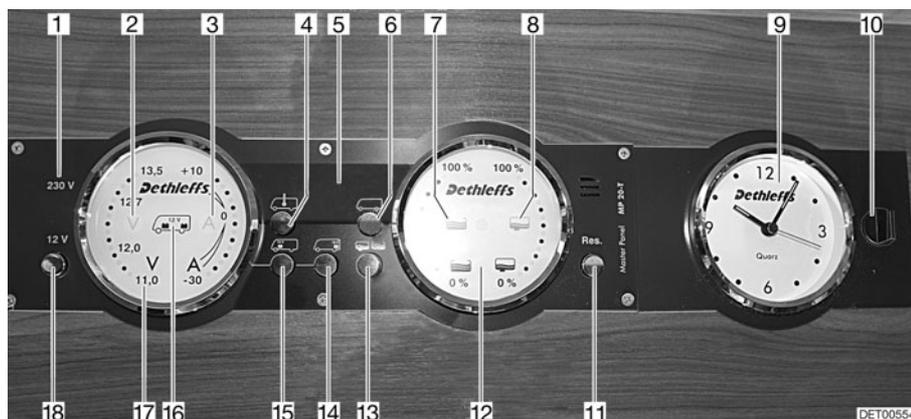

Fig. 138 Panel MP 20-T
Se enciende la luz de control de 230 V (Fig. 138,1) cuando hay tensión de red en la entrada del bloque eléctrico.
El interruptor principal de 12 V (Fig. 138,18) conecta y desconecta el panel y la alimentación de 12 V del habitáculo.
- Pulsar la tecla "12 V" (Fig. 138,18) brevemente. La alimentación de 12 V del habitáculo está conectada. La visualización de control "12 V" está encendida.
- ▷ En caso de que después de la conexión parpadeen tanto el LED "11,0" de la visualización de voltios así como el símbolo Voltios "V" (Fig. 138,2) en el instrumento indicador Baterías (Fig. 138,17), será demasiado baja la tensión de la batería del habitáculo. Cargar la batería.
- ▷ En caso de que después de la conexión parpadeen tres veces la visualización de control "12 V", el símbolo Batería del habitáculo (Fig. 138,16) y el símbolo Voltios "V" (Fig. 138,2), estará activada la separación de batería. Desactivar la separación de batería.
- Pulsar la tecla "12 V" (Fig. 138,18) brevemente. La alimentación de 12 V del habitáculo está desconectada. La visualización de control "12 V" se apaga.
- Pulsar la tecla Batería del habitáculo (Fig. 138,14) y mantenerla pulsada aprox. 10 segundos. Los símbolos Voltios "V" (Fig. 138,2) y Amperios "A" (Fig. 138,3) parpadean 3 veces. Separar la batería del habitáculo de la red de a bordo de 12 V.
- Pulsar la tecla "12 V" (Fig. 138,18) y mantenerla pulsada aprox. 5 segundos. El símbolo Voltios "V" (Fig. 138,2) parpadea 3 veces. La batería del habitáculo está conectada a la red de a bordo de 12 V. La visualización de control estará encendida durante aprox. 2 segundos.
- Pulsar la tecla Batería del habitáculo "🔋" (Fig. 138,14). El símbolo Voltios "V" (Fig. 138,2) estará encendido. Según la carga o la descarga, el símbolo Amperios "A" estará encendido de color blanco o bien rojo. La tensión de la batería y la corriente de la batería del habitáculo son visualizadas a través de LEDs en el instrumento indicador.
- Pulsar la tecla Batería del motor de arranque "🔋" (Fig. 138,15). El símbolo Voltios "V" (Fig. 138,2) estará encendido. La tensión de la batería del motor de arranque es visualizada a través de LEDs en el instrumento indicador.
- Pulsar la tecla Depósitos  (Fig. 138,13). Los símbolos Depósito de agua  (Fig. 138,7) y Depósito de aguas residuales  (Fig. 138,8) estarán encendidos. Los niveles de llenado del depósito de agua (escala izquierda) y del depósito de aguas residuales (escala derecha) serán visualizados a través de LEDs en el instrumento indicador.
El símbolo Voltios "V" (Fig. 138,2) y el LED "11,0" parpadearán tan pronto la tensión de la batería caiga abajo de 11 V (medición durante el funcionamiento) y exista el riesgo de una descarga completa.
El símbolo Depósito de agua  (Fig. 138,7) o el símbolo Depósito de aguas residuales  (Fig. 138,8) parpadeará si el depósito de agua está vacío o el depósito de aguas residuales está lleno.
A través del visualizador digital (Fig. 138,5) es posible visualizar la temperatura interior y la temperatura exterior.
- Pulsar la tecla Temperatura interior  (Fig. 138,4). Indica la temperatura interior.
- Pulsar la tecla Temperatura exterior  (Fig. 138,6). Indica la temperatura exterior.
El instrumento indicador Reloj (Fig. 138,9) indica la hora. El reloj contiene una batería propia y no está conectado a la red de a bordo de 12 V.